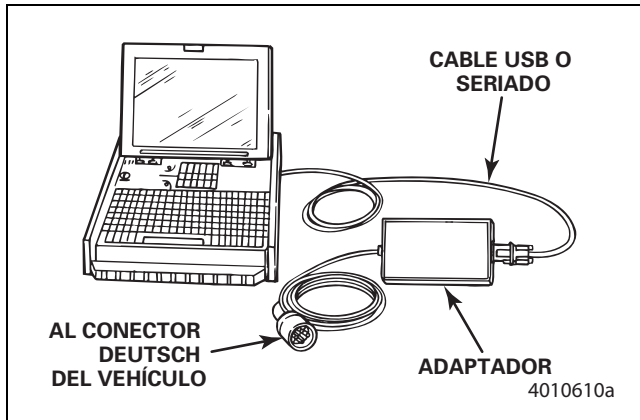

Figura 3.3
- Fijar el cable de diagnóstico (Deutsch) del adaptador al vehículo. Figura 3.3.